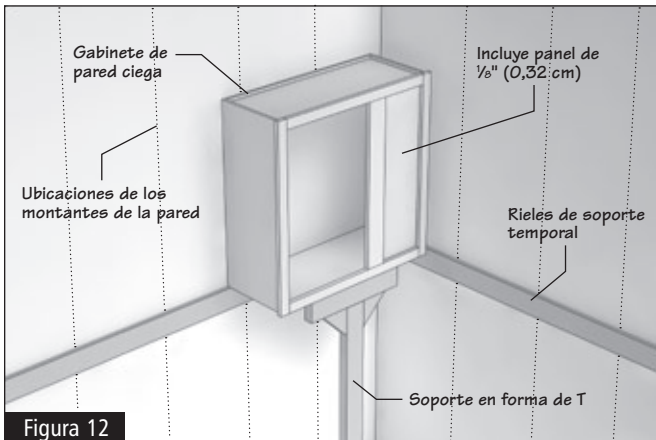

Figura 12
- 3.7** Si hay un gabinete para esquina ciega, la abertura deberá estar sellada con el panel de $\frac{1}{8}$ " (0,32 cm) en el interior del gabinete. Taladre previamente para clavos de acabado pequeños, o utilice una clavadora. (Figura 12)